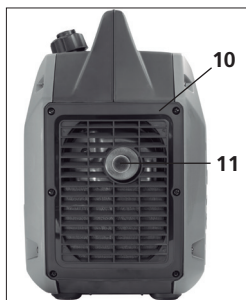

Fig. 28
1. Remova os parafusos que prendem a placa de cobertura (10) da extremidade do supressor de faíscas ao silenciador [Fig. 28].
2. Remova a tela do supressor de faíscas (11) [Fig. 28].